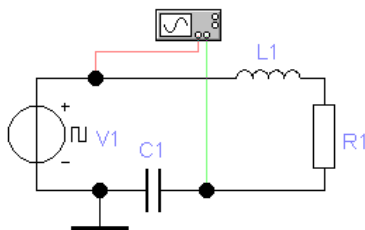

Рис. 8
3.15. Соберите схему для исследования напряжения на емкости в последовательной RLC -цепи (рис. 8) при ее подключении к источнику периодической последовательности импульсов напряжения прямоугольной формы.
Согласно рис. 8 канал А вертикального отклонения осциллографа отображает напряжение источника $V1$, а канал В – напряжение на емкости в последовательной RLC -цепи. Осциллограммы сигналов рекомендуется отображать разным цветом.